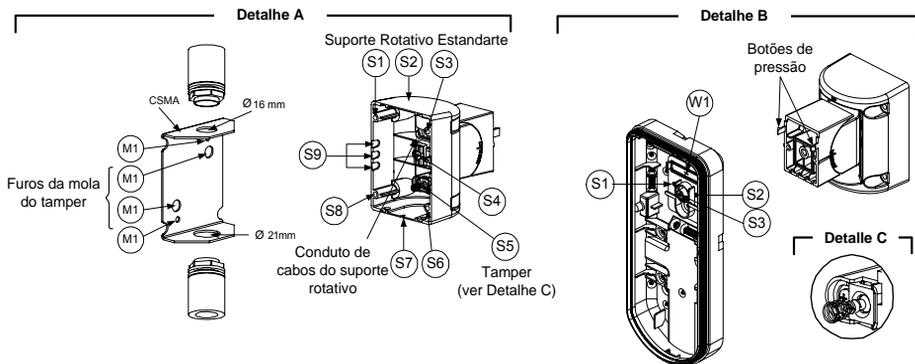

Figura 6
3. Abra os furos pré-marcados na base externa (Figura 6, Detalhe B)
4. No suporte padrao remova os furos pré-marcados para fiação necessária S2, S7 or S9 (Figura 6, Detalhe A).
5. Remova o Tamper traseiro da base interna (veja o paragrafo “Trocando a posição do tamper de parede”) e conecte no S5 (Figura 6, Detalhe A) no suporte padrão.
- a. Insira a fiação através dos furos pré-marcados S2, S7 ou S9 e retire (Incluindo os fios de tamper) através da passagem de fios do suporte padrao (Figura 6, Detalhe B).
(usando o Adaptador Metálico para Suporte de Conduite –AMSC, Figura 6, Detalhe A)
- Insira os cabos externos e os fios de tamper no conduíte através da passagem do suporte (Figura 6, Detalhe A).
A mola do Tamper S5 (Figura 6) deve ter contato com a parede através dos furos M2 ou M3 no AMSC. Certifique-se de ouvir o “Clique” quando prender na parede.
- Insira os fios do tamper e os fios externos do suporte através dos furos pré-marcados W1 na base externa (Figura 6, Detalhe B).